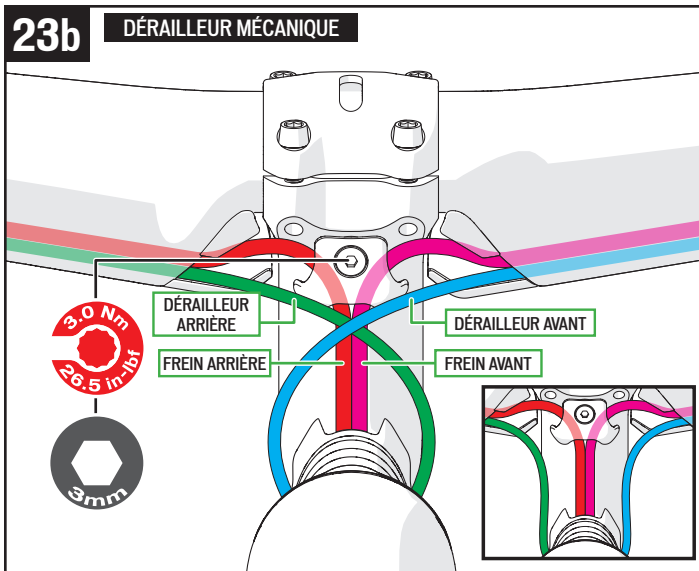

FIG. 23b : fixation des gaines de frein sous la potence (dérouleur mécanique).
- Insérez les gaines de dérailleur dans les orifices latéraux de la pièce de liaison. Les gaines de dérailleur peuvent passer indifféremment dans l'un ou l'autre des orifices et se croiser (montage recommandé) ou non pour se connecter à chaque levier de dérailleur (Fig. 23b).
- **Dérailleur mécanique** : faites passer les gaines de dérailleur à travers les orifices latéraux les plus éloignés de la partie centrale. Les gaines peuvent passer indifféremment dans l'un ou l'autre des orifices pour se connecter à chaque levier de dérailleur en se croisant ou non (Fig. 23b).
- Insérez les gaines de frein et de dérailleur avant et arrière à travers le côté du cintre qui correspond à l'emplacement des leviers de frein et de dérailleur à gauche ou à droite. Nous vous recommandons d'utiliser le schéma de montage croisé Cali comme illustré mais le montage des gaines non croisées (Fig. 23b, zoom détaillé) est également possible.